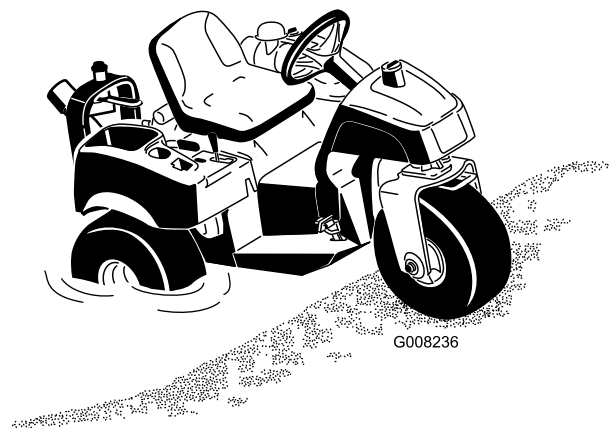

Рисунок 11
1. Запустите машину Sand Pro и медленно двигайтесь задним ходом к самой мелкой части песчаной ловушки. Не заезжайте в воду, если она глубже ступиц колес машины Sand Pro (Рисунок 11).